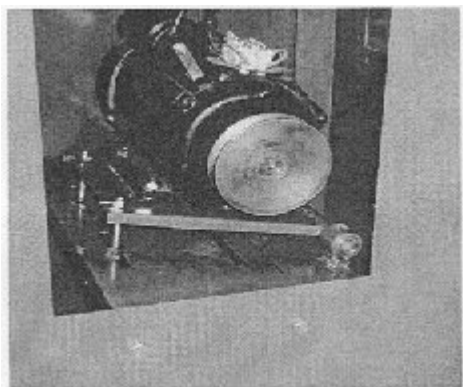

Рисунок 1. Регулировочные болты двигателя.
1. Ослабьте регулировочные болты двигателя так, чтобы вы могли присоединить клиновой ремень к шкивам. См. рисунок 1/А